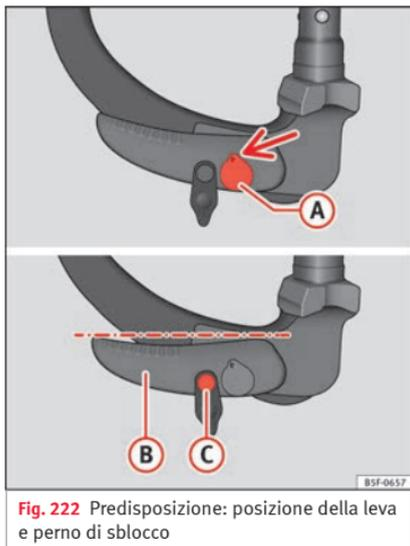

Fig. 222 Predisposizione: posizione della leva e perno di sblocco
- La chiave (A) » fig. 222 è nella posizione di sblocco (la parte bucatata della chiave è rivolta verso l'alto).
- La leva (B) » fig. 222 è in posizione inferiore.
- Il perno di sblocco può essere mosso (C) » fig. 222.